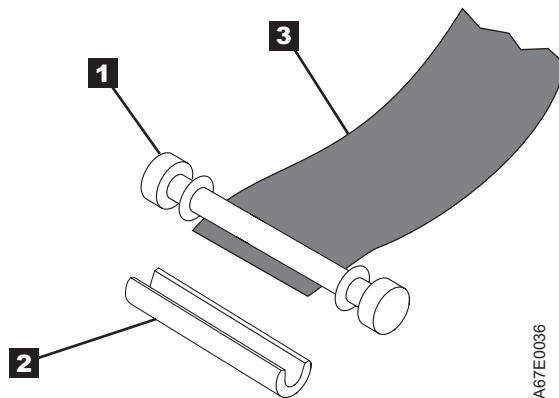

図 8-14. 先行ピンからの C クリップの取り外し： 指で C クリップを押して先行ピンから外します。
5. 先行ピン (図 8-14 の **1**) に、C クリップ (図 8-14 の **2**) の開いている部分を合わせます。C クリップは黒色の小さい部品で、テープ (図 8-14 の **3**) をピンに固定するためのものです。